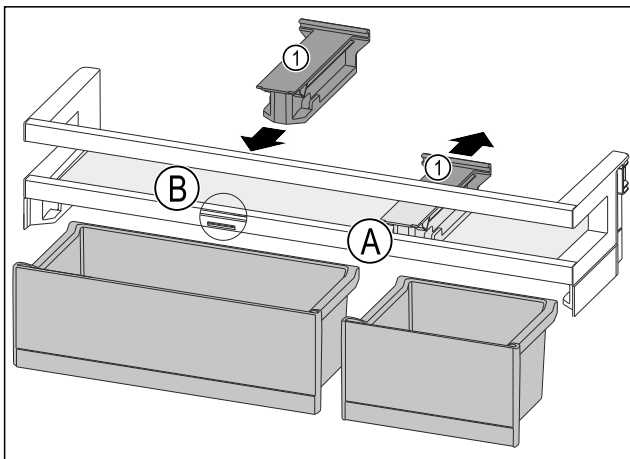

Fig. 82
- ▶ Bevestigingsdeel Fig. 82 (1) in positie Fig. 82 (A) naar achteren wegtrekken.
- ▶ Bevestigingsdeel Fig. 82 (1) in positie Fig. 82 (B) plaatsen.